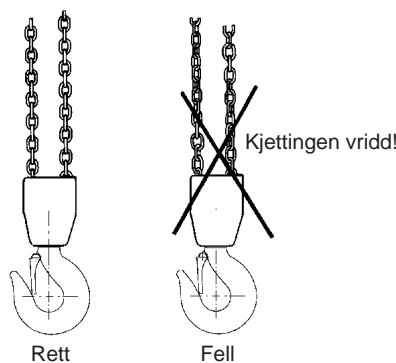

Fig. 3: Kjettingen må ikke være vridd
- Lastekjettingen må ikke ha knekk eller være vridd. For to- eller flerparts kjettingtaljer er det fare for at kjettingen blir vridd ved at underblokken visis gjennom kjettingslyngen. Dette skjer vanligvis ved ommontering eller flytting av kjettingtaljen mellom ulike arbeidssteder. Se fig. 3.